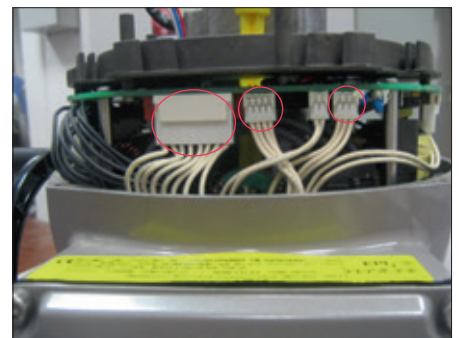

Abb. 16
- Ziehen Sie die folgenden Kabel ab (siehe Abbildung 16):